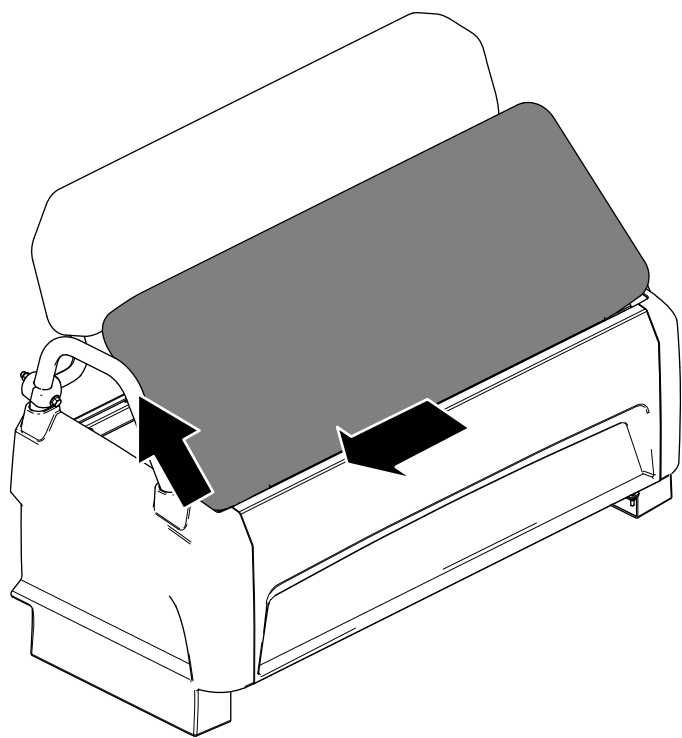

Figura 32
2. Fate scorrere il cuscino lateralmente estraendolo dai perni e sollevatelo (**Figura 32**).